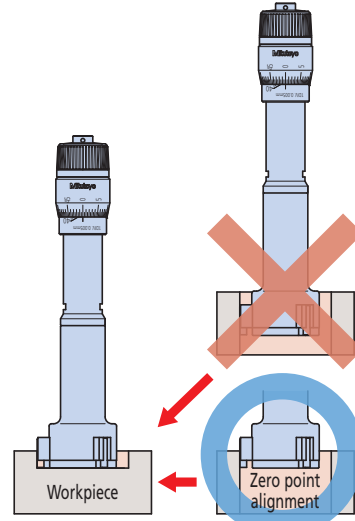

Fig. 1
4. หากทำการวัดค่าโดยใช้แค่ส่วนปลายของแกนวัด ควรทำการตั้งค่าโดยการใช้ปลายของแกนวัดในตำแหน่งเดียวกัน (Fig. 1)